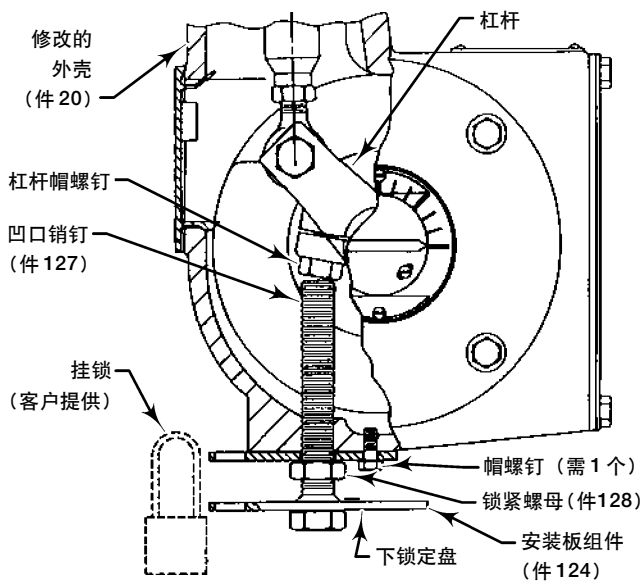

图 6. 执行机构的锁定机构
当安装、操作与锁定该机构时，请查阅图 6。件号示于图 6，除非另有指明。
3. 如图 6 所示，将安装板（件 123）连接固定到修改的外壳（件 20）上。用帽螺钉（件 129）固定它。一定要确保在安装板中心的孔与在外壳攻丝了的大孔对直。
9. 将螺栓拧入外壳，直至它接触到杠杆帽螺钉上的头部（件图 6）。
2. 应确保锁紧螺母（件 128）是松开的。然后将螺栓拧进外壳里，直至它接触杠杆帽螺钉上的头部（见图 6）。